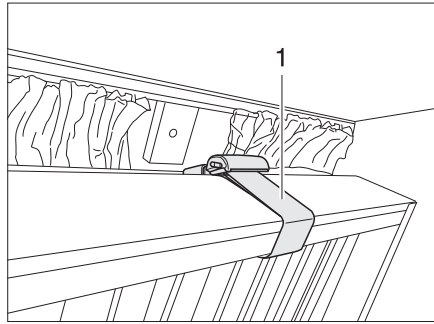

Fig. 63 Litera, plegable
- ▶ Cuando la litera esté plagada hacia arriba, asegurar la litera con el cinturón de retención (Fig. 63,1). ¡Riesgo de lesiones!
Las literas pueden plegarse hacia arriba y asegurarse con el cinturón de retención (Fig. 63,1). Entonces, la zona debajo de la cama puede utilizarse como lugar de almacenamiento.